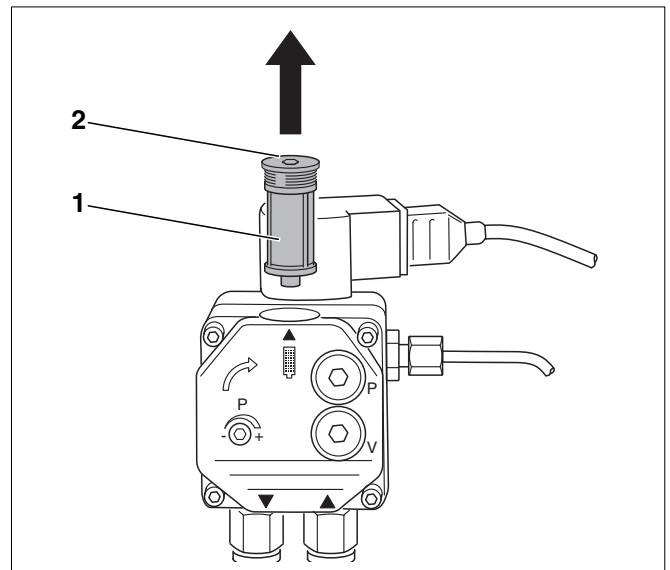

Fig. 39 Comprobación del filtro de la bomba de gasóleo – bomba de gasóleo de Danfoss
- Suelte el tornillo con cabeza de hexágono interior (fig. 39, **pos. 2**).
- Extraiga hacia arriba el filtro de la bomba de gasóleo (fig. 39, **pos. 1**).
- Limpie el filtro de la bomba de gasóleo (fig. 39, **pos. 1**) con gasolina de lavado y, si fuera necesario, sustitúyalo y móntelo de nuevo en la bomba de gasóleo.